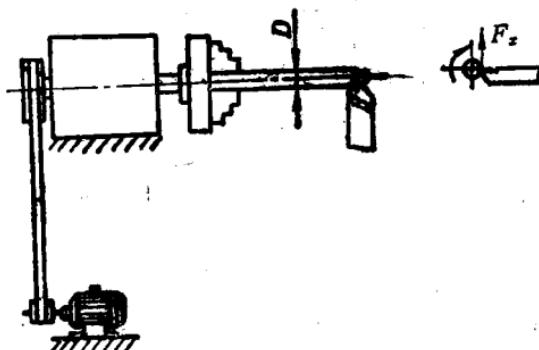

图 7
7. 一车床的主传动路线如图7所示，电动机的功率 $P = 7\text{ kW}$ ，设传动中由于摩擦而损耗的功率是输入功率的30%，